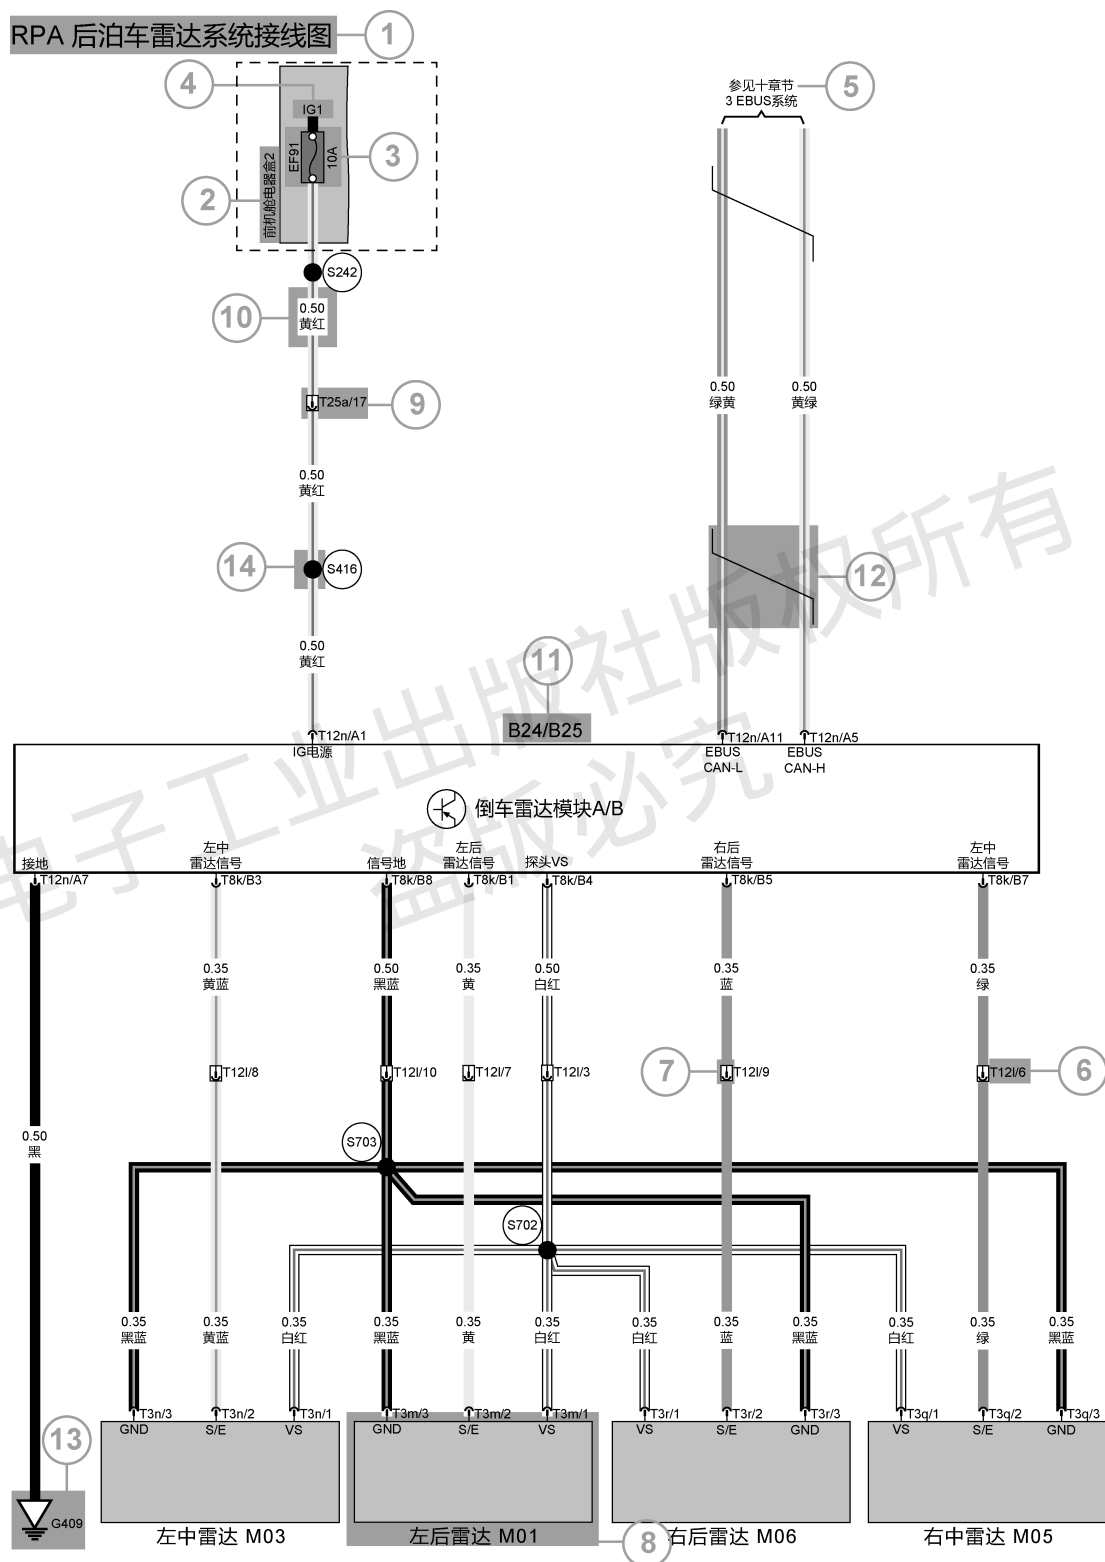

图 3-6 中各编号含义如下。
下面以北汽 EU5 R500 纯电动汽车 RPA 后泊车雷达系统接线图(见图 3-6)为例,进行电路图识读介绍。
- ⑤ 参考章节信息。如图 3-6 所示，表示本电路只绘制了一部分，它连接至（本手册）第十章节第 3 部分 EBUS 系统电路。
- ⑥ 插接器端子编号。